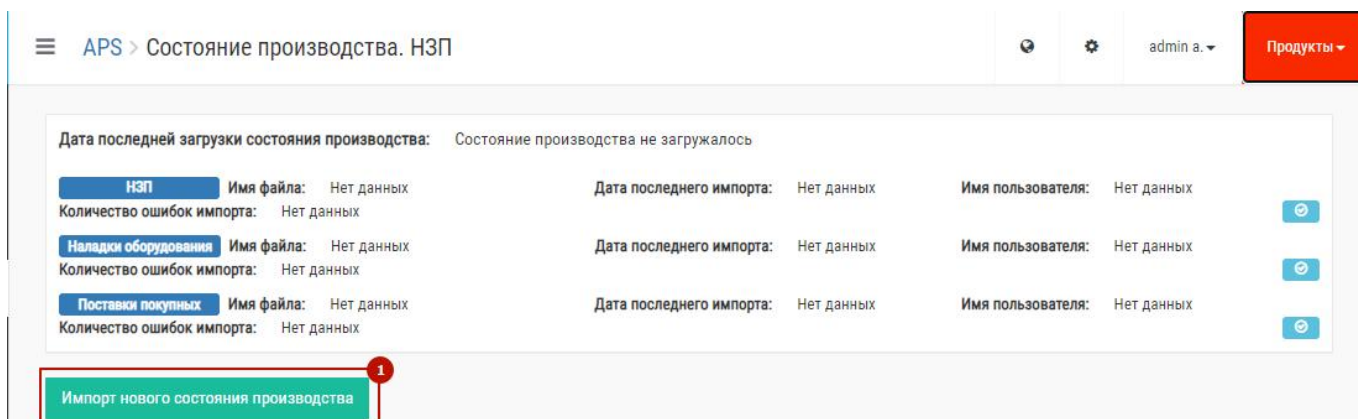

Рис. 62 – Выбор файла НЗП
- Появится кнопка «Импорт нового состояния производства», необходимо ее нажать (1 на Рис. 62).